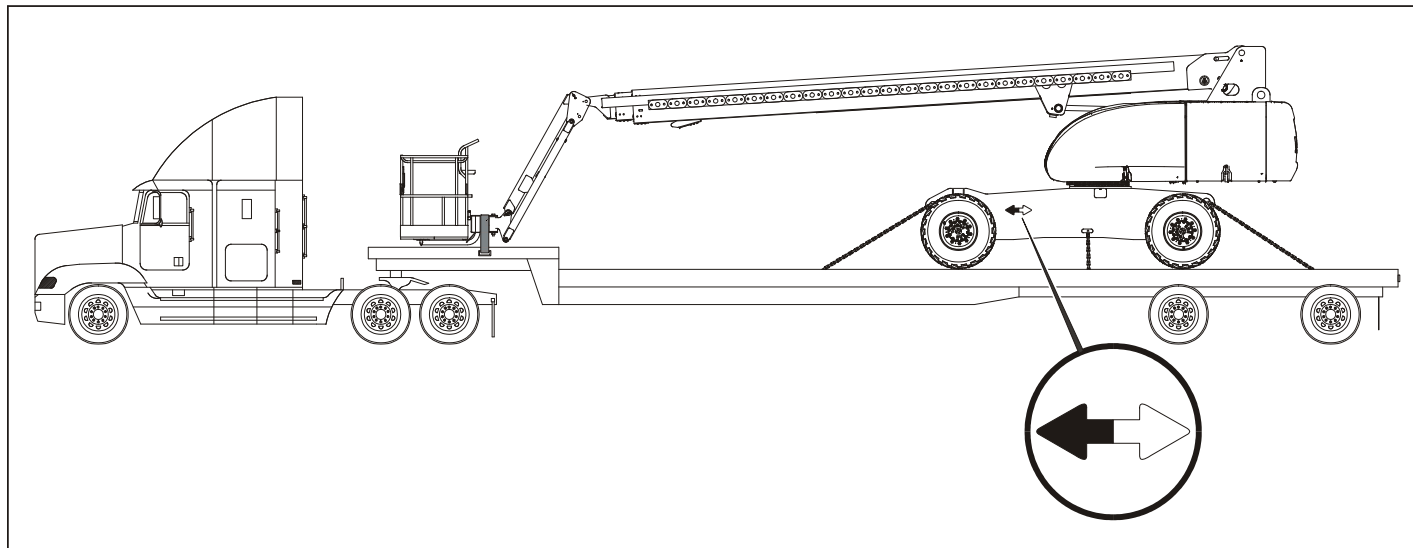

Figure 4-7. Transport typique d'un 800S/860SJ
- c. Faire monter la machine sur la remorque, avec la flèche et la plate-forme orientées en direction du camion. Voir Figure 4-7., Transport typique d'un 800S/860SJ.